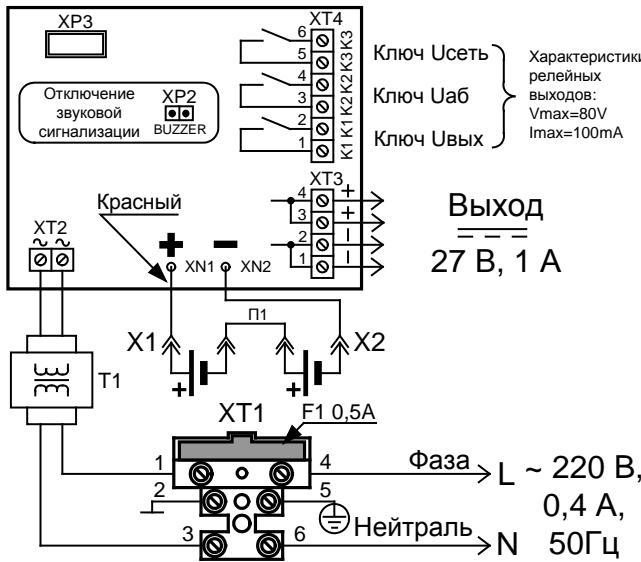

Рисунок 1 Схема подключения РИП
1.2.15 РИП обеспечивает возможность отключения звуковой сигнализации путём снятия перемычки с разъёма XP2 (расположение разъёма показано на Рис. 1.).
Внимание! При подключении внешнего питающего напряжения 220 В к сетевой колодке необходимо соблюдать правильность подключения проводов «фаза» и «нейтраль». Подключение производить в соответствии с рисунком, расположенным на внутренней стороне корпуса или в соответствии с Рис. 1 данной этикетки.
- подключить нагрузку к выходной клеммной колодке, соблюдая полярность (XT3/1,2 – «-», XT3/3,4 – «+»), см. Рис. 1).
ж) При необходимости организации дистанционной сигнализации наличия сетевого напряжения, выходного напряжения и напряжения батареи подключить выходы оптореле K1, K2 и K3 к шлейфам сигнализации приборов согласно Рис. 1. Состояния цепей оптореле приведены в Таблице 1.